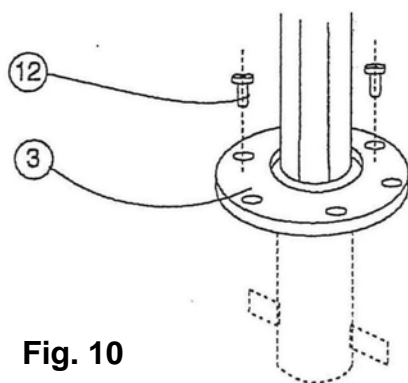

Fig. 10
- Anpressring von Bodenhülse losschrauben und oberhalb der Handkurbel gepolstert fixieren (Fig. 10).